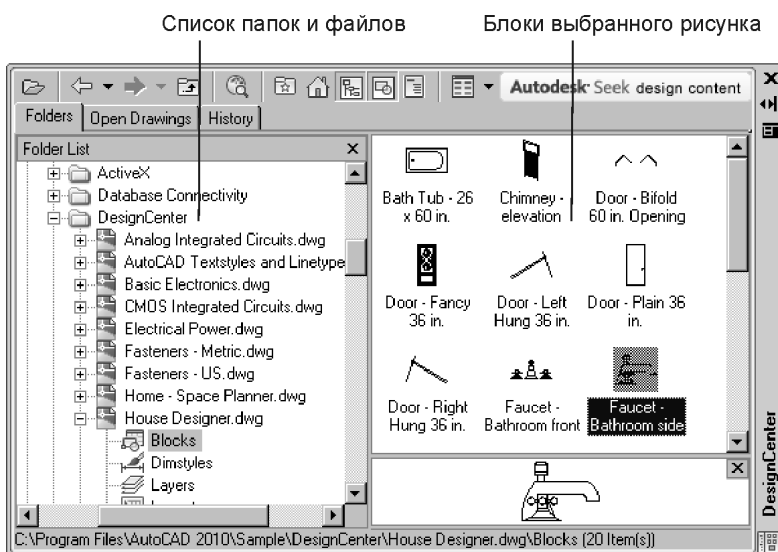

Рис. 2.8. Центр управления с перечнем блоков в выбранном рисунке
- Щелкните на строке **Blocks** (Блоки) в списке содержимого рисунка. В правом поле — палитре — центра управления появится список блоков, имеющихся в этом рисунке (рис. 2.8).
5. Отпустите левую кнопку мыши в момент появления черной горизонтальной линии в месте вставки блока (рис. 2.8). На палитре появится копия выбранного блока.